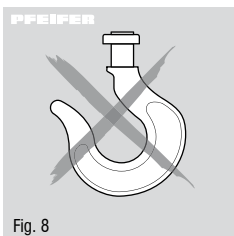

Fig. 8
- Det er ikke tilladt at fjerne sikkerhedsbøjler fra bærelastkroge (fig. 8).